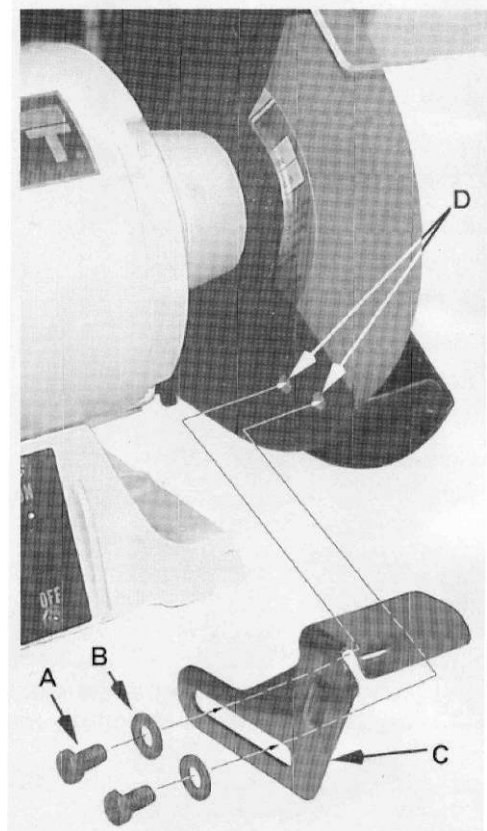

Рисунок 1
Ссылаясь на Рисунок 1:
1. Выньте подручники из верхней части пенополивинилхлоридового упаковочного слоя. Имеется правый и левый подручники. Смотрите на Рис. 1, чтобы убедиться в том, что вы устанавливаете их правильно.
2. Используя болты (A) и шайбы (B) из пластикового пакета, зафиксируйте подручники, накрутив два болта (A) через две плоские шайбы (B) и кронштейн подручника (C) на корпус круга (D), как показано на Рисунке 1.